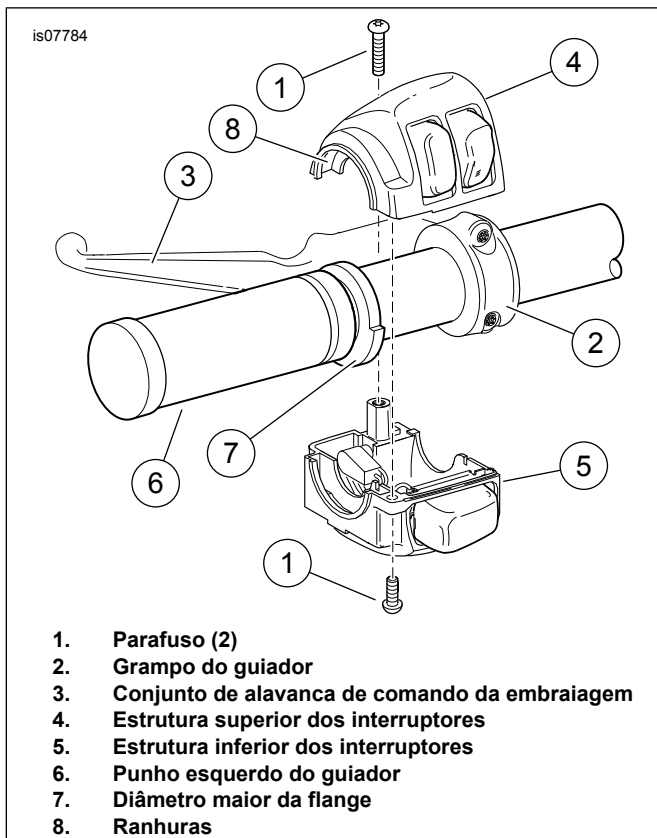
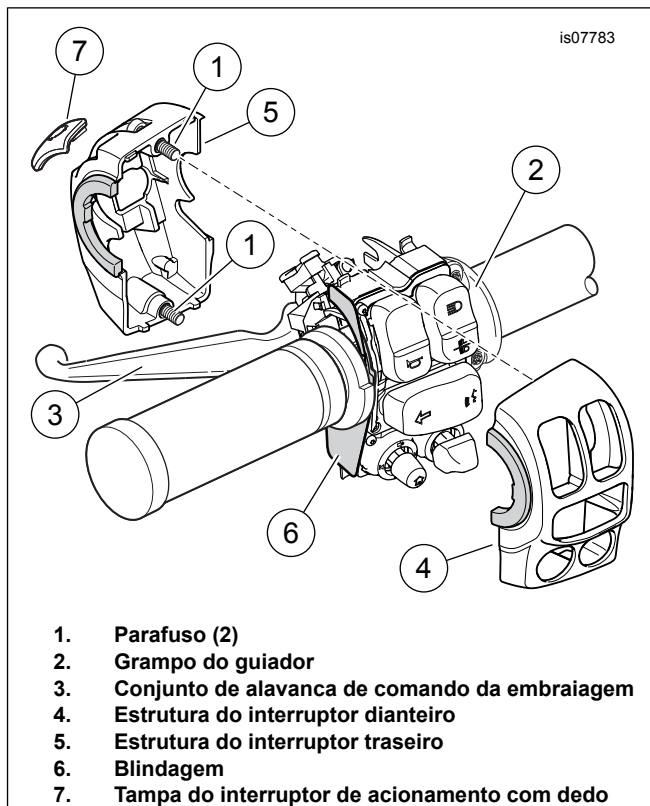

Figura 1. Estrutura do interruptor do guidador do lado esquerdo (Touring de 2008-2013 e Softail de 2006 e posteriores)
Figura 2. Estrutura do interruptor esquerdo do guidador (Touring de 2014 e posteriores)
- a. Consultar Figura 1 ou Figura 2. Desaperte dois parafusos (1) e o grampo do guidador (2).
- b. Posicione o conjunto da alavanca manual da embraiagem (3) afastado da estrutura do interruptor.
1. Ver Figura 1 . Posicione o punho aquecido do lado esquerdo (6) de forma a que a parte da flange com maior diâmetro (7) fique por baixo. Pressione o punho totalmente contra o guidador.
- a. Posicione a estrutura inferior dos interruptores debaixo do punho. As ranhuras (8) no lado exterior da estrutura do interruptor devem encaixar sobre a flange na extremidade do punho.
- Ver Figura 2 . **Modelos de 2014-2015:** Verifique se a blindagem (6) está na posição correta na parte de fora do módulo de interruptores.
- Monte as secções da estrutura dos interruptores (4, 5) no módulo de interruptores. Aperte os parafusos cativos (1) até ficarem justos.
- Monte o conjunto da alavanca de controlo da embraiagem (3).
- Monte o grampo do guiador (2) com os dois parafusos removidos anteriormente, mas não os aperte.